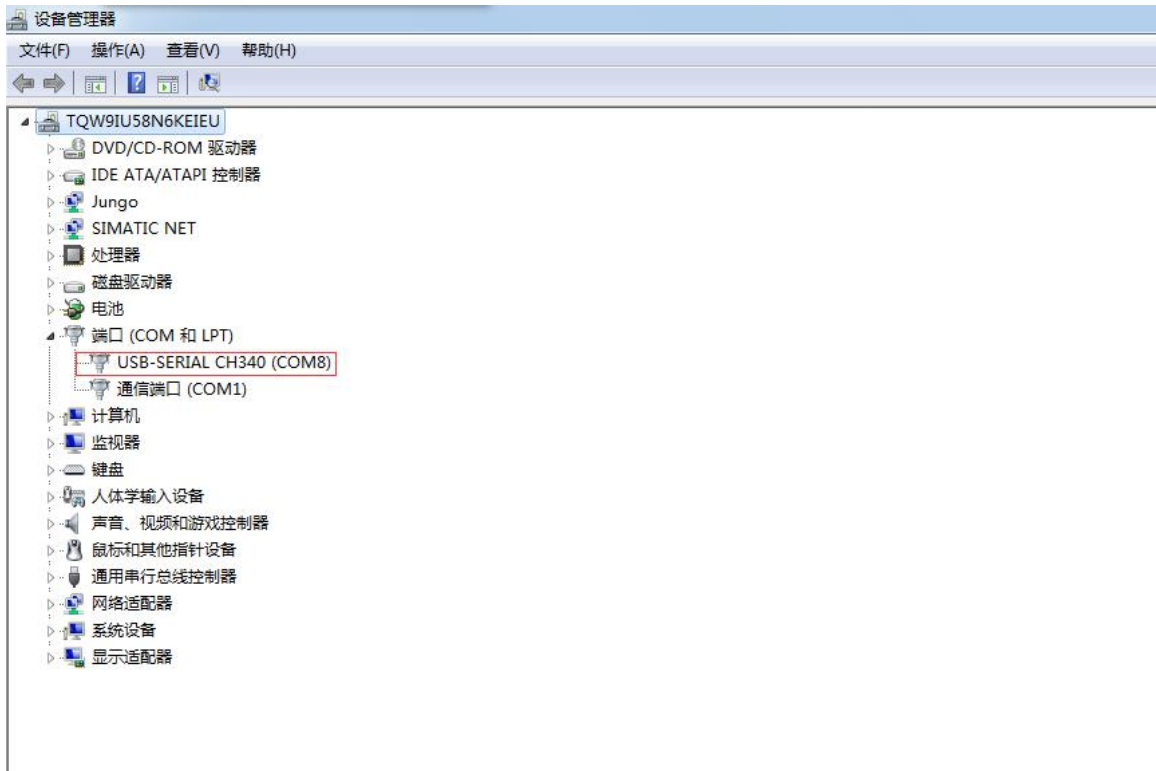

图2-4
2.1 安装产品资料中的CHR340驱动，给设备通电，将设备用USB线与电脑连接后即可在计算机的设备管理器端口选项找到TP302 RTU设备对应的com口，如图2-4所示：